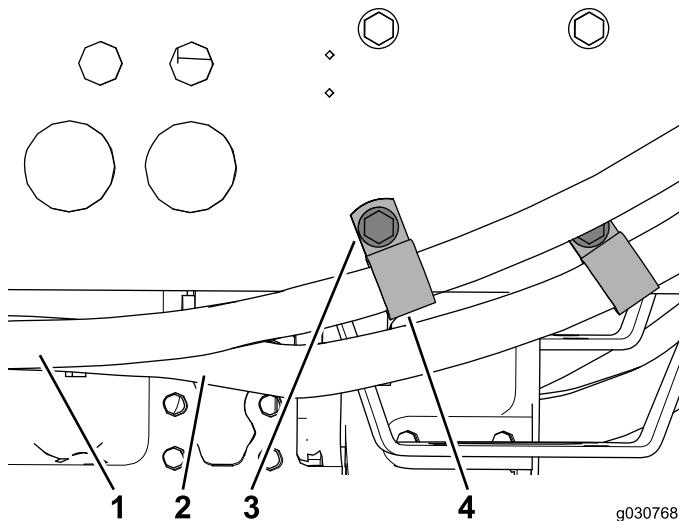

図 46
5. エアコン用ホースそれぞれにRクランプ1個を通して、既存のボルト2本で各クランプを機体フレームに固定する図46。